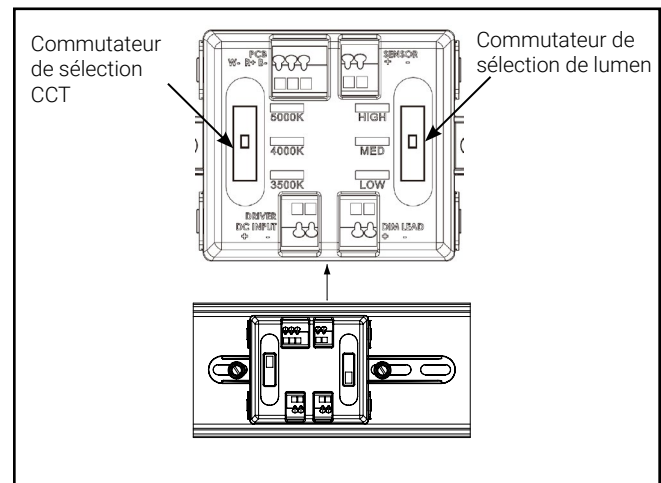

Figure 6.
2. Pour sélectionner l'interrupteur CCT, faites glisser le premier commutateur sur la température de couleur à DEL souhaitée (TC de 3 500 K, 4 000 K, 5 000 K) (Figure 6).
3. Pour sélectionner le lumen, faites glisser le deuxième interrupteur sur la puissance de sortie souhaitée (faible, moyenne, élevée) (figure 6). Reférez-vous à la feuille de spécifications SNX pour les valeurs de lumen.